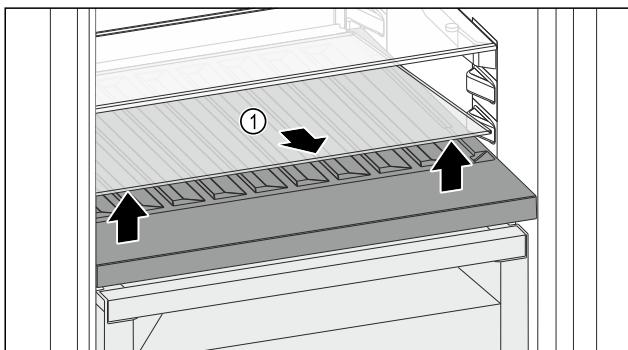

Fig. 116
► 抬起前部槽上的玻璃隔板 Fig. 116 (1) 并取出。
► 将玻璃隔板 Fig. 116 (1) 稳妥地放在冰箱外。